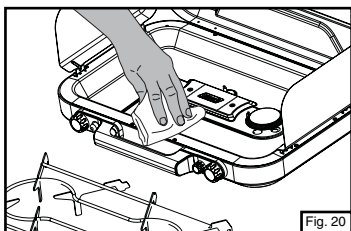

Fig. 20
- Passez un linge imbibé de détergent à vaisselle (pas de récurant) sur le réchaud. (Fig. 20)